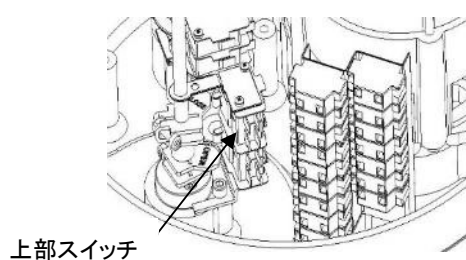
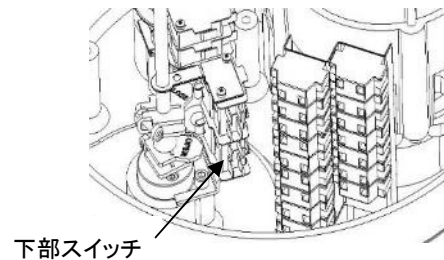

図 7 閉側カム設定
図 8 開側カム設定
- ① アクチュエータの手動ハンドルを全閉位置まで回してください。
- ② 六角レンチを使用し、閉側リミットスイッチカムの止めねじを緩めてください。
- ③ リミットスイッチが“カチツ”と音が出るまで、閉側カムを時計回りに回してください。(図 7)
- ④ 六角レンチで止めねじを締めてください。
- ⑤ アクチュエータの手動ハンドルを開位置に手で回してください。
- ⑥ 六角レンチを使い、開リミットスイッチカムの止めねじを緩めてください。
- ⑦ リミットスイッチが“カチツ”と音が出るまで、開側カムを反時計回りに回してください。(図 8)
- ⑧ 六角レンチで開側カムを止めねじを締めてください。